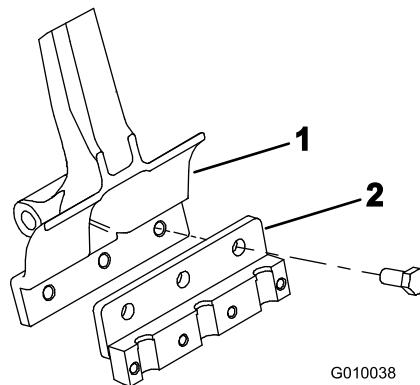

Bild 22
3. Befestigen Sie einen Tines-Halter mit drei Schrauben ($\frac{1}{2}'' \times 1\frac{1}{4}''$) an jedem Tines-Arm (Bild 22). Ziehen Sie die Schrauben mit 101,6 N m an.